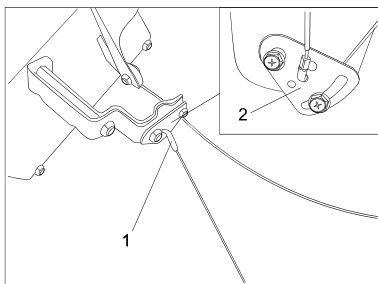

Рис.8
4. Вставьте трос переключения скоростей (1) в центральное отверстие, расположенное в пластине (2) (Рис.8).